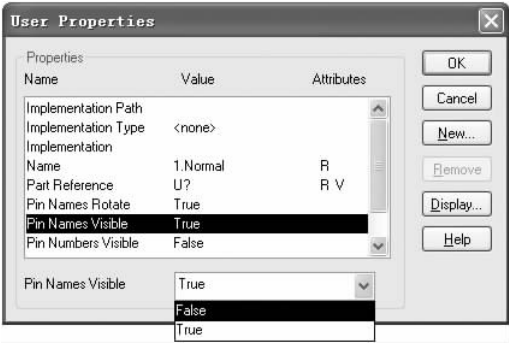

图 2-20 设置可见性
7. 由于元件 CON6 引脚名称不显示，因此需要将矩形框中的引脚名称设置为不可见，选择菜单栏中的“Option（选项）”→“Part Properties（元件属性）”命令，弹出“User Properties（用户属性）”对话框，在该对话框中选中“Pin Name Visible（引脚名称可见性）”选项，在该下拉列表中选择属性为“False（错误）”，即该选项不可见，如图 2-20 所示。